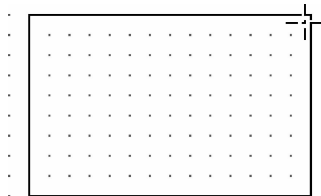
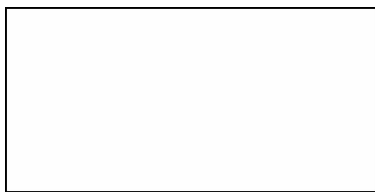

图 6-76 确定矩形左下角
图 6-77 确定矩形右上角
2. 启动绘制矩形的命令后，光标变成十字形。将十字光标移到指定位置，单击鼠标，确定矩形左下角位置，如图 6-76 所示。此时，光标自动跳到矩形的右上角，拖动鼠标，调整矩形至合适大小，再次单击鼠标，确定右上角位置，如图 6-77 所示。